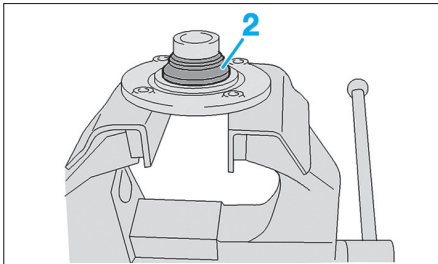
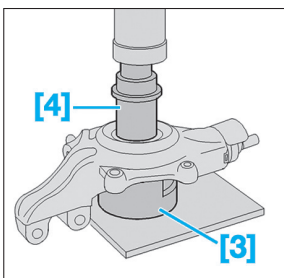

Fig. 37
Fig. 39
- Extraire le moyeu avec la demi-cage intérieure de roulement (2) (Fig.37).
- Extraire la cage intérieure (2) du roulement à l'aide de l'extracteur (Fig.37).
- Re-positionner la cage intérieure (2), sur le roulement du pivot.
- Mettre en contact l'outil [4] avec la cage du roulement (Fig.39).